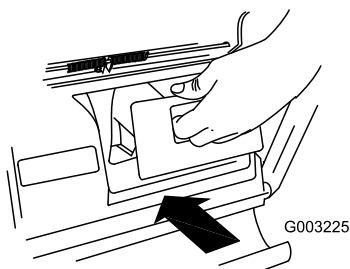

Figure 39
**Important:** Assurez-vous que l'obturateur de l'éjecteur arrière est en place avant de procéder au recyclage (Figure 39).